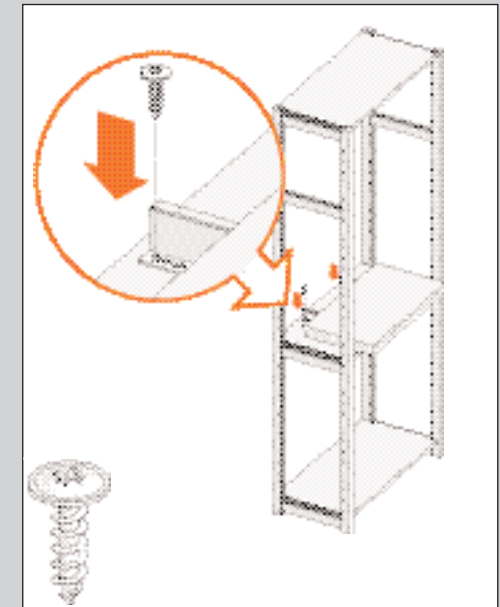

ABBILDUNG 83
2. Ziehen Sie den Fernsehboden etwas heraus und befestigen Sie ihn mit den Schrauben in den hinteren Löchern der Schienen (siehe Abb. 83).